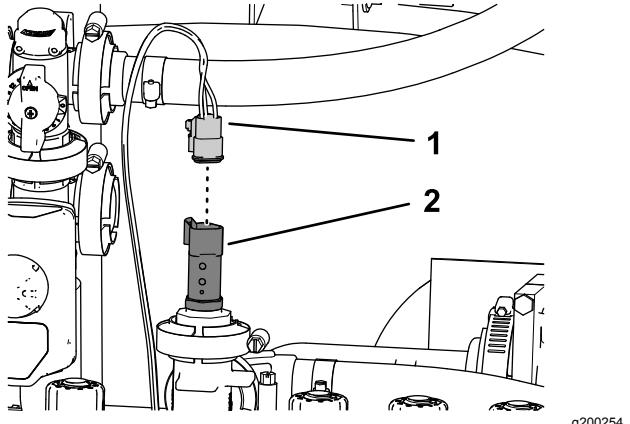

Figura 131
1. Insira o conector de três tomadas da secção com 61 cm da cablagem do kit rotulado CUNHA VERDE DO TRANSDUTOR DE PRESSÃO (pressure transducer green wedge) no conector de três pinos do transdutor de pressão (Figura 131).